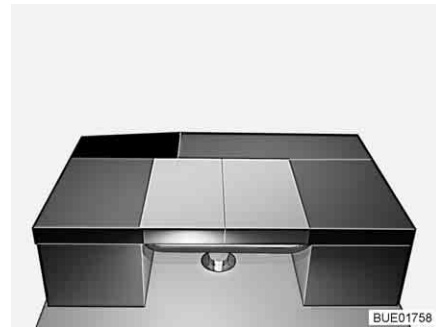

Bild 145 Nach dem Umbau
- Das Rückenpolster der seitlichen Sitzbank längs auf den Tisch legen (siehe Bild 145).